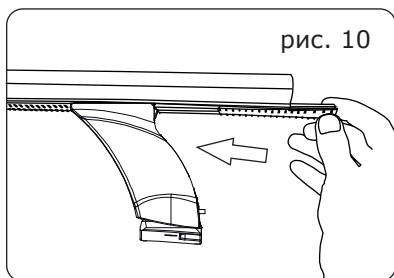
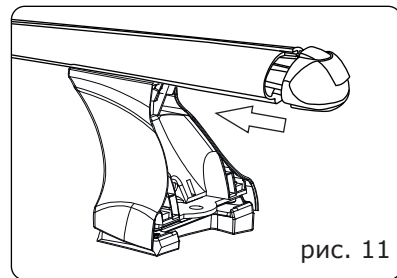

рис. 10
рис. 11
2.10 Установите в пазы поперечных дуг оставшиеся соответствующие части линеек (рис.10). На торцы дуг установите заглушки, входящие в комплект дуг (рис. 11).